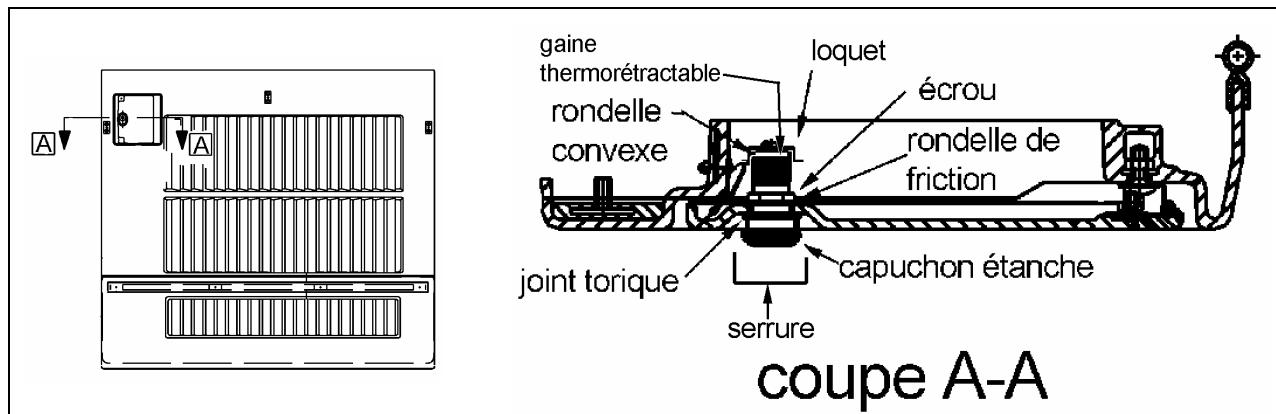

FIGURE 7: PETITE PORTE D'ACCÈS AU COL DE REMPLISSAGE DE CARBURANT
1. Du coté intérieur de la porte, enlever le loquet. Dévisser l'écrou qui retient la serrure puis retirer la serrure (voir figure 7).
2. Insérer la nouvelle serrure dans l'orifice du capuchon étanche puis placer le joint torique autour de la serrure de façon à ce qu'il soit coincé entre la porte et la base du capuchon étanche (voir figure 7).